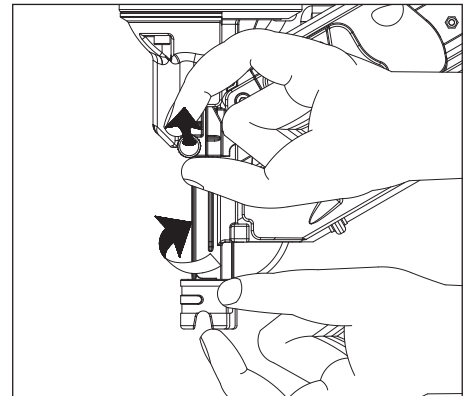

Figura 10 - Ajuste de la profundidad del clavo
2. Tire del pasador rojo hacia afuera. Gire 1/4 de vuelta el elemento de contacto de trabajo (WCE) como se muestra. Suelte el pasador rojo. Vea la figura 10.